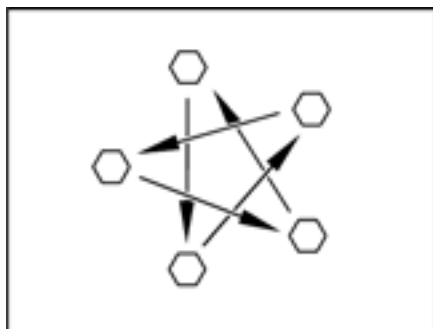

Fig. 291 Serrer en croix les écrous ou les boulons de roue
- Vérifier régulièrement le serrage des écrous ou des boulons de roues. Resserrer alternativement et en croix (Fig. 291) tous les écrous ou les boulons de roue 50 km après le changement d'une roue.
- ▷ Serrer en croix les écrous ou les boulons de roue (Fig. 291).